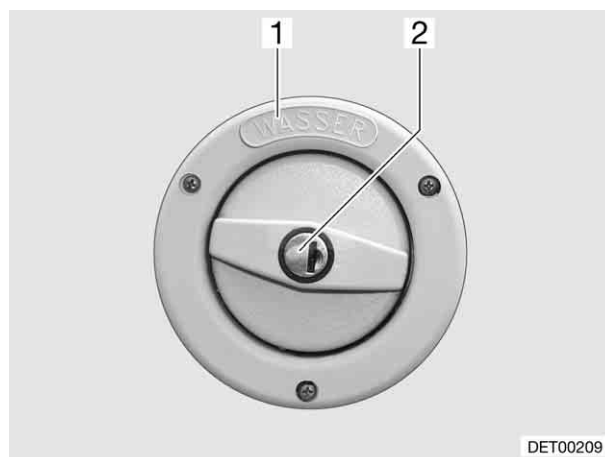

Fig. 94 Coperchio per bocchettone di riempimento dell'acqua potabile
▷ Il bocchettone di riempimento dell'acqua potabile è contraddistinto dalla scritta "WASSER" (acqua) (Fig. 94,1). Il coperchio viene aperto o chiuso con la chiave per le serrature degli sportelli esterni.
- Inserire la chiave nel cilindro della serratura (Fig. 94,2) e girare in senso antiorario.
- Rimuovere il coperchio (Fig. 94,2) dal bocchettone di riempimento dell'acqua potabile (vedi paragrafo 10.3.1).